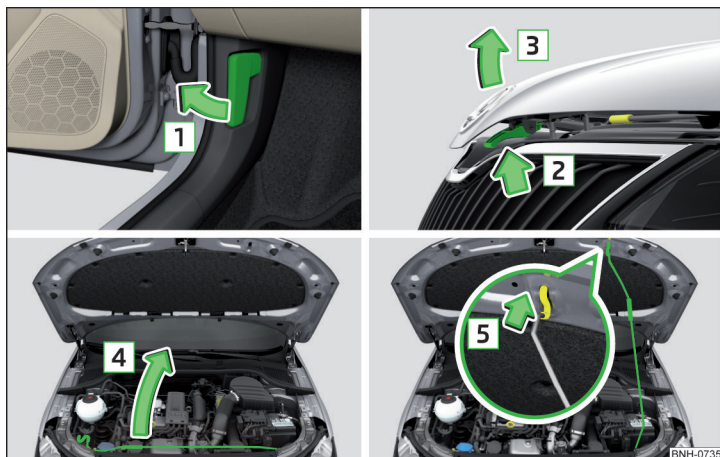

Fig. 224 Deschiderea capotei
- Deschideți portiera din față și trageți de maneta de deblocare aflată sub planșa de bord în sensul săgeții **1** » fig. 224.